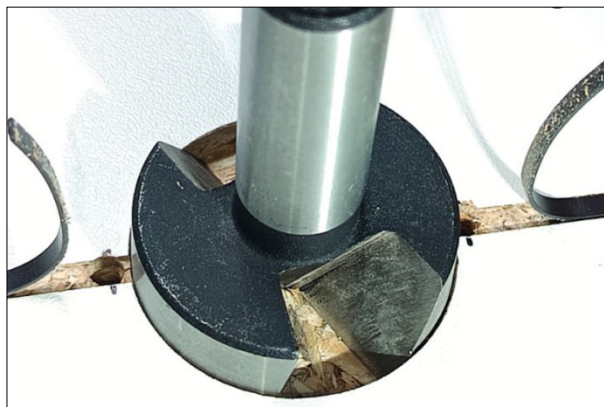

Abbildung 82: Forstnerbohrer
- Setzen Sie den Forstnerbohrer (Ø 40mm) auf die mittlere Bohrung und bohren eine ca. 5,6mm tiefe Vertiefung (Abbildung 82: Forstnerbohrer und Abbildung 83: Vertiefung 5,6mm).